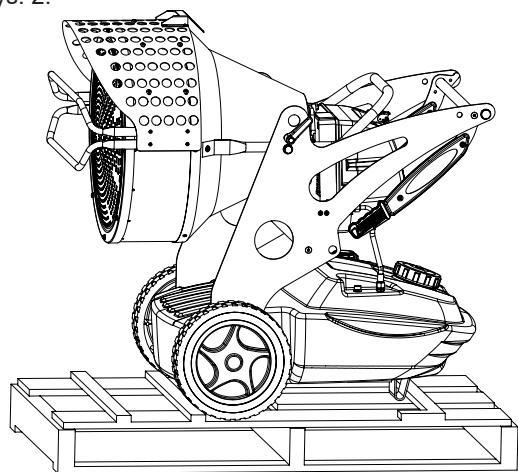

Rysunek 1 - Opakowanie nagrzewnicy
- Usunąć podstawki użyte do zapakowania urządzenia (Rys. 1).
- Jeśli to możliwe, nałożyć karton z opakowania pocynając od góry, aż do dołu palety, mocując przy tym odpowiednimi materiałami (Rys. 1).
- Składować maszynę w odpowiednim, suchym miejscu, nie kłaść na sobie więcej niż dwa opakowania. Wysyłać nagrzewnicię tak jak to pokazano na Rys. 1 albo przynajmniej na Rys. 2.